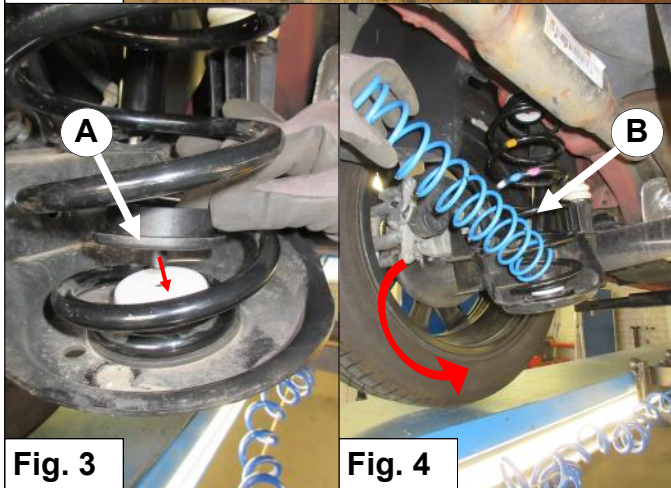

Fig. 3
7. Setzen Sie die Federteller **A** in den Tragarm ein. *Siehe Fig. 3.*